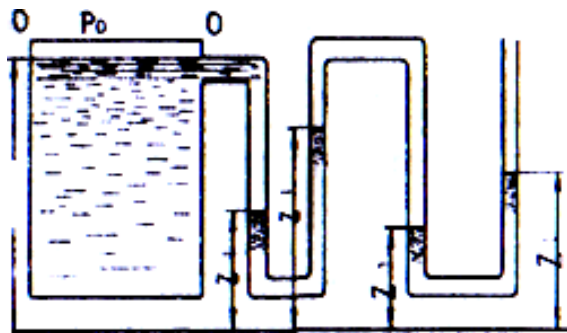

Рис.11 Схема до задачі 16.
16. Обчисліть абсолютний тиск пари на поверхні води закритої посудини за показами батарейного ртутного манометра (рис.11). Дано: $z_1 = 2,3 \text{ м}$; $z_2 = 1,2 \text{ м}$; $z_3 = 2,5 \text{ м}$; $z_4 = 1,4 \text{ м}$; $z_5 = 3 \text{ м}$. Питома маса ртуті